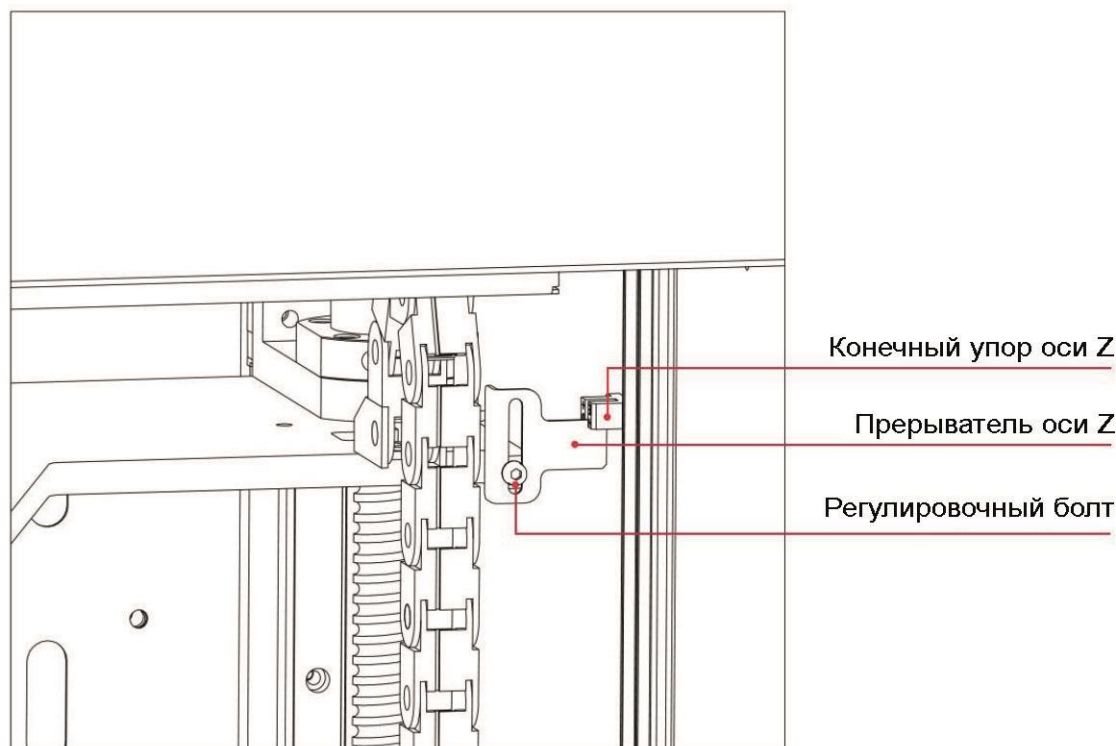

Рис. 56 Концевой упор и концевой прерыватель, расположенные с правой стороны нагревательного стола
1. Проверить провода питания и провода принтера на предмет износа и дефектов. Проверить зубчатые ремни на наличие дефектов и абразивный износ. Следует убедиться, что прерыватель оптического луча концевого упора по оси Z (рис. 56) не поврежден, не сломан, не согнут и что он совмещен с пазом концевого упора.
ВНИМАНИЕ: Следует внимательно следить за перемещением по всем осям. Когда ось Z достигает концевого упора и останавливается, необходимо проверить расстояние между соплом и нагревательным столом с помощью измерительного калибра. Расстояние должно составлять около 0,8-1,5 мм. Если расстояние больше, сканирование нагревательного стола может быть прервано, и может появиться сообщение об ошибке «Heatbed scan aborted» (Сканирование нагревательного стола прервано). Если расстояние превышает 1,5 мм, следует отрегулировать его вручную. **Для этого необходимо ослабить регулировочный болт (рис. 56) и отрегулировать расстояние вручную. При подъеме прерывателя расстояние между соплом и нагревательным столом будет увеличено; при опускании прерывателя сопло будет передвинуто ближе к нагревательному столу. После регулировки следует слегка затянуть регулировочный болт и проверить положение сопла с помощью калибра, используя команду «Home Z», доступную в меню Manual Controls.**